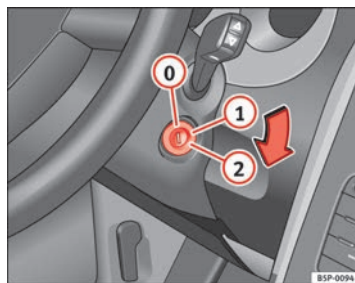

Abb. 117 Stellungen des Zündschlüssels
In dieser Stellung ⇒ Abb. 117 sind die Zündung und der Motor ausgeschaltet und die Lenkung kann gesperrt werden.
- Drehen Sie den Zündschlüssel in Stellung ⇒ Abb. 117 . Beim Vorglühen des Motors leuchtet die Kontrollleuchte  auf. ▶
- Wenn die Kontrollleuchte ausgeht, drehen Sie den Zündschlüssel in Stellung ② zum Anlassen des Motors - geben Sie kein Gas.
- Drehen Sie den Zündschlüssel in Stellung ⇒ Abb. 117 ①. ▶